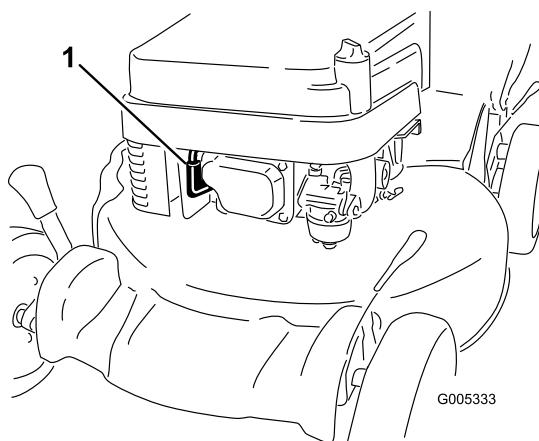

Figure 13
1. Branchez la bougie (Figure 13).